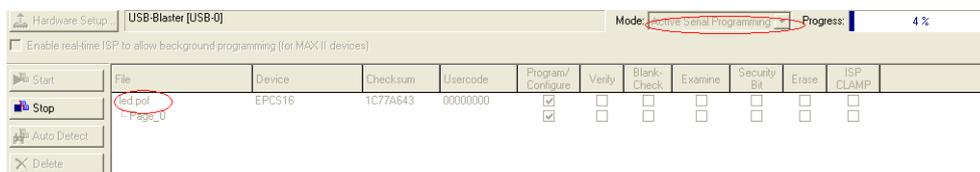

图 40 AS 方式程序下载界面
- 2) 如果需要下载 .pof 文件, 首先点击 Delete 选项将 .sof 文件从 Programmer 中删除, 然后点击 Add File 选择 .pof 文件, 将模式(Mode)改为 Active Serial, 如图 40。注意此时要将目标板上的下载模式开关拨在 PRG 状态, 然后点击 Start, 程序被下载到 EPCS 中。